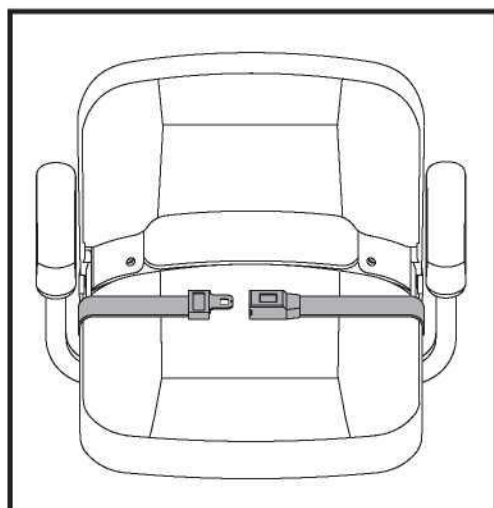

Figure 30. Ceinture de positionnement
Votre Travel Scooter peut être équipé d'une ceinture de positionnement de type automobile réglable pour votre confort. **Voir la figure 30.** La ceinture de positionnement est conçue pour supporter et empêcher le conducteur de glisser ou d'avancer sur le siège. La ceinture de positionnement n'est pas une ceinture de sécurité.
1. Insérez l'onglet de la ceinture côté droit dans la boucle de ceinture côté gauche jusqu'à ce que vous entendiez le "clic". **Voir la figure 30.**